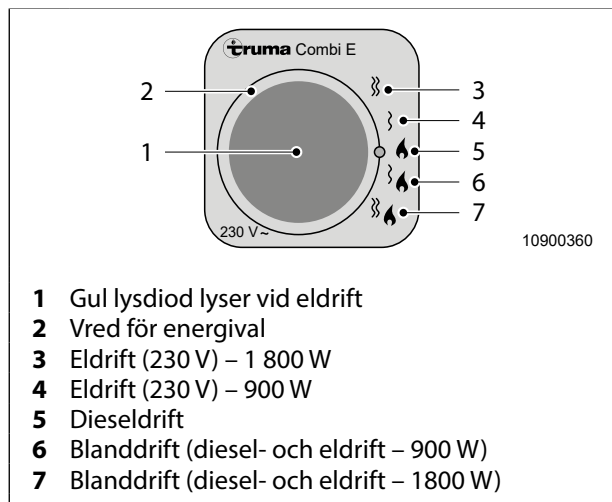

Fig. 59 Energiväljare CP E Classic
1. Vrid vredet (Fig. 59, pos. 2) till läge 3 (1 800 W) eller 4 (900 W). Den gula lysdioden (Fig. 59, pos. 1) signalerar eldrift med 230 V.
1. Vrid vredet (Fig. 59, pos. 2) till läge 5.
1. Vrid vredet (Fig. 59, pos. 2) till läge 6 eller 7.